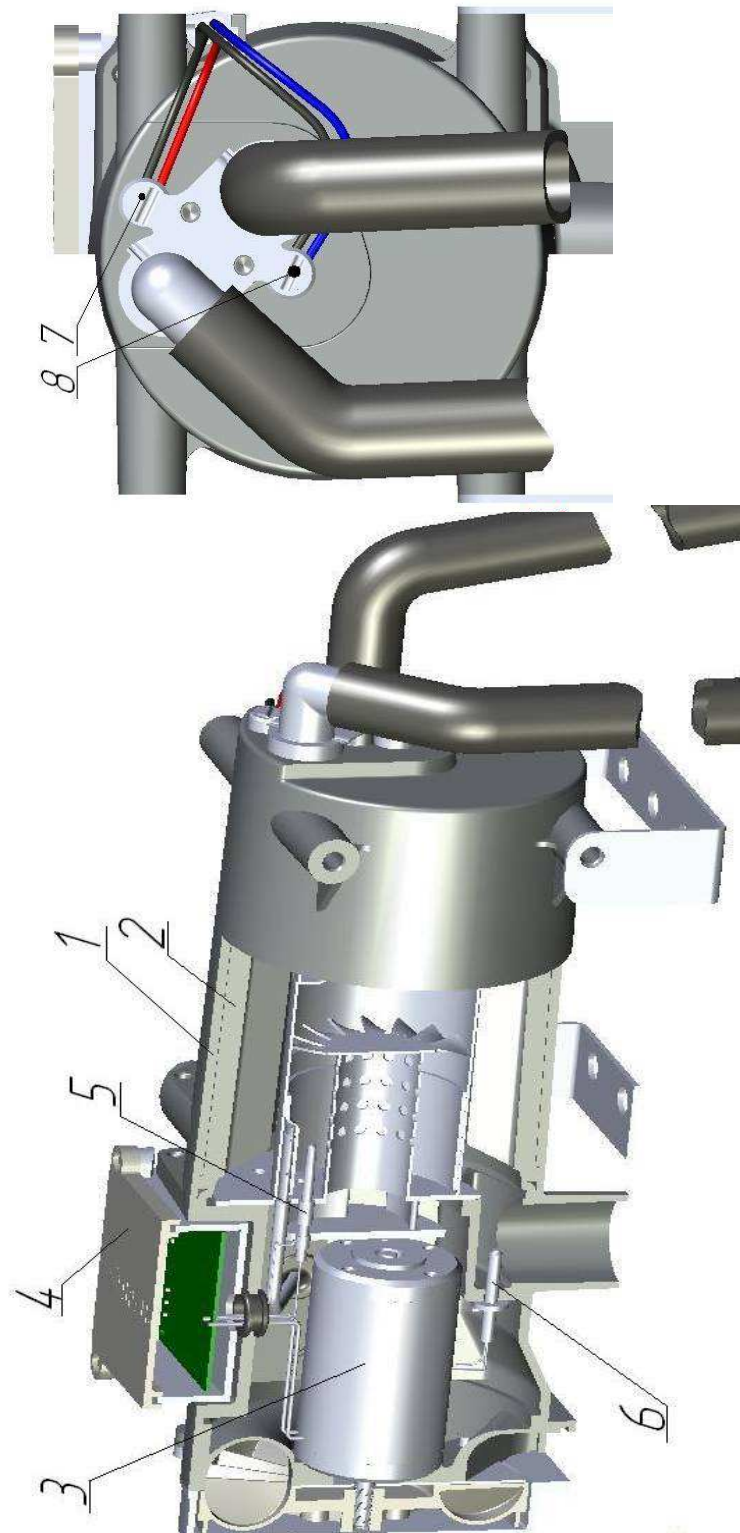

Рис. 2 Основные узлы жидкостного подогревателя «ПРАМОТРОНИК 16ЖД24.8106»
4.5 Подогреватель является автономным нагревательным устройством и состоит из следующих основных узлов (рис.2):